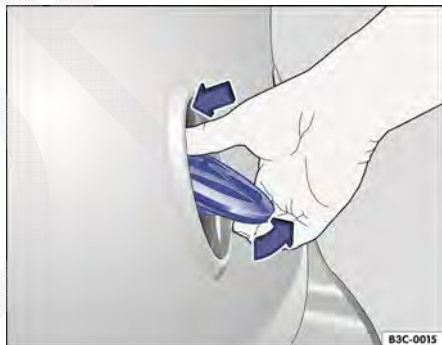
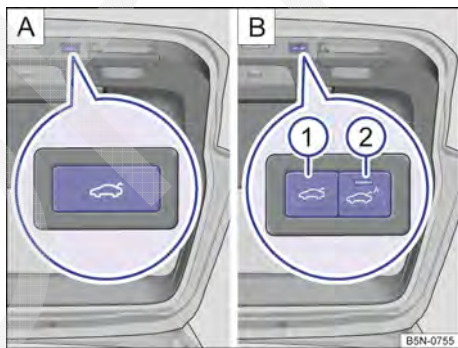

Fig. 91 Na tampa do compartimento de bagagem: abrir tampa do compartimento de bagagem por meio do logo Volkswagen.
Fig. 95 Na tampa do compartimento de bagagem aberta: Botão para fechamento elétrico da tampa do compartimento de bagagem.
- *Válido para o Passat:* pressionar na parte acima do logo Volkswagen → Fig. 91. A tampa do compartimento de bagagem se abre automaticamente.
- *Válido para o Passat Variant:* pressionar a parte de cima do logo Volkswagen → Fig. 91 a parte inferior do logo dobra-se para fora. Segurar a parte de baixo do logo e levantar a tampa do compartimento de bagagem.
- pressionar na parte acima do logo Volkswagen → Fig. 91 .
- Válido para o Passat: pressionar o botão  na tampa do compartimento de bagagem aberta → Fig. 95  → .
- Válido para o Passat Variant: pressionar o botão  na tampa do compartimento de bagagem aberta → Fig. 95  ou  ① → .
- Aplica-se para veículos com sistema de travamento e de partida Keyless Access sem chave a Easy Close: Pressionar o botão Easy Close → Fig. 95  ② para fechar a tampa do compartimento de bagagem automaticamente.
Válido para o Passat Variant: durante todo o processo de abertura ou de fechamento da tampa do compartimento de bagagem são emitidos sinais sonoros. Exceção: quando a tampa do compartimento de bagagem é aberta pelo logo Volkswagen → Fig. 91 ou pelos botões na tampa do compartimento de bagagem → Fig. 95 A ou B ①.
- Manter pressionado o botão da tampa do compartimento de bagagem  → Fig. 95 A ou B ① até as luzes de advertência piscarem.
Se uma chave do veículo válida se encontrar na área de aproximação → Fig. 78 da tampa do compartimento de bagagem aberta, a tampa do compartimento de bagagem poderá ser fechada automaticamente por meio do acionamento do botão Easy Close → Fig. 95  ②. A tampa do compartimento de bagagem somente se fecha quando a chave do veículo válida afastar-se da área de aproximação → Página 108.
- Quando a luz de controle do botão Easy Close → Fig. 95  ② piscar, a função de fechamento estará ativada. A tampa do compartimento de bagagem permanece aberta.